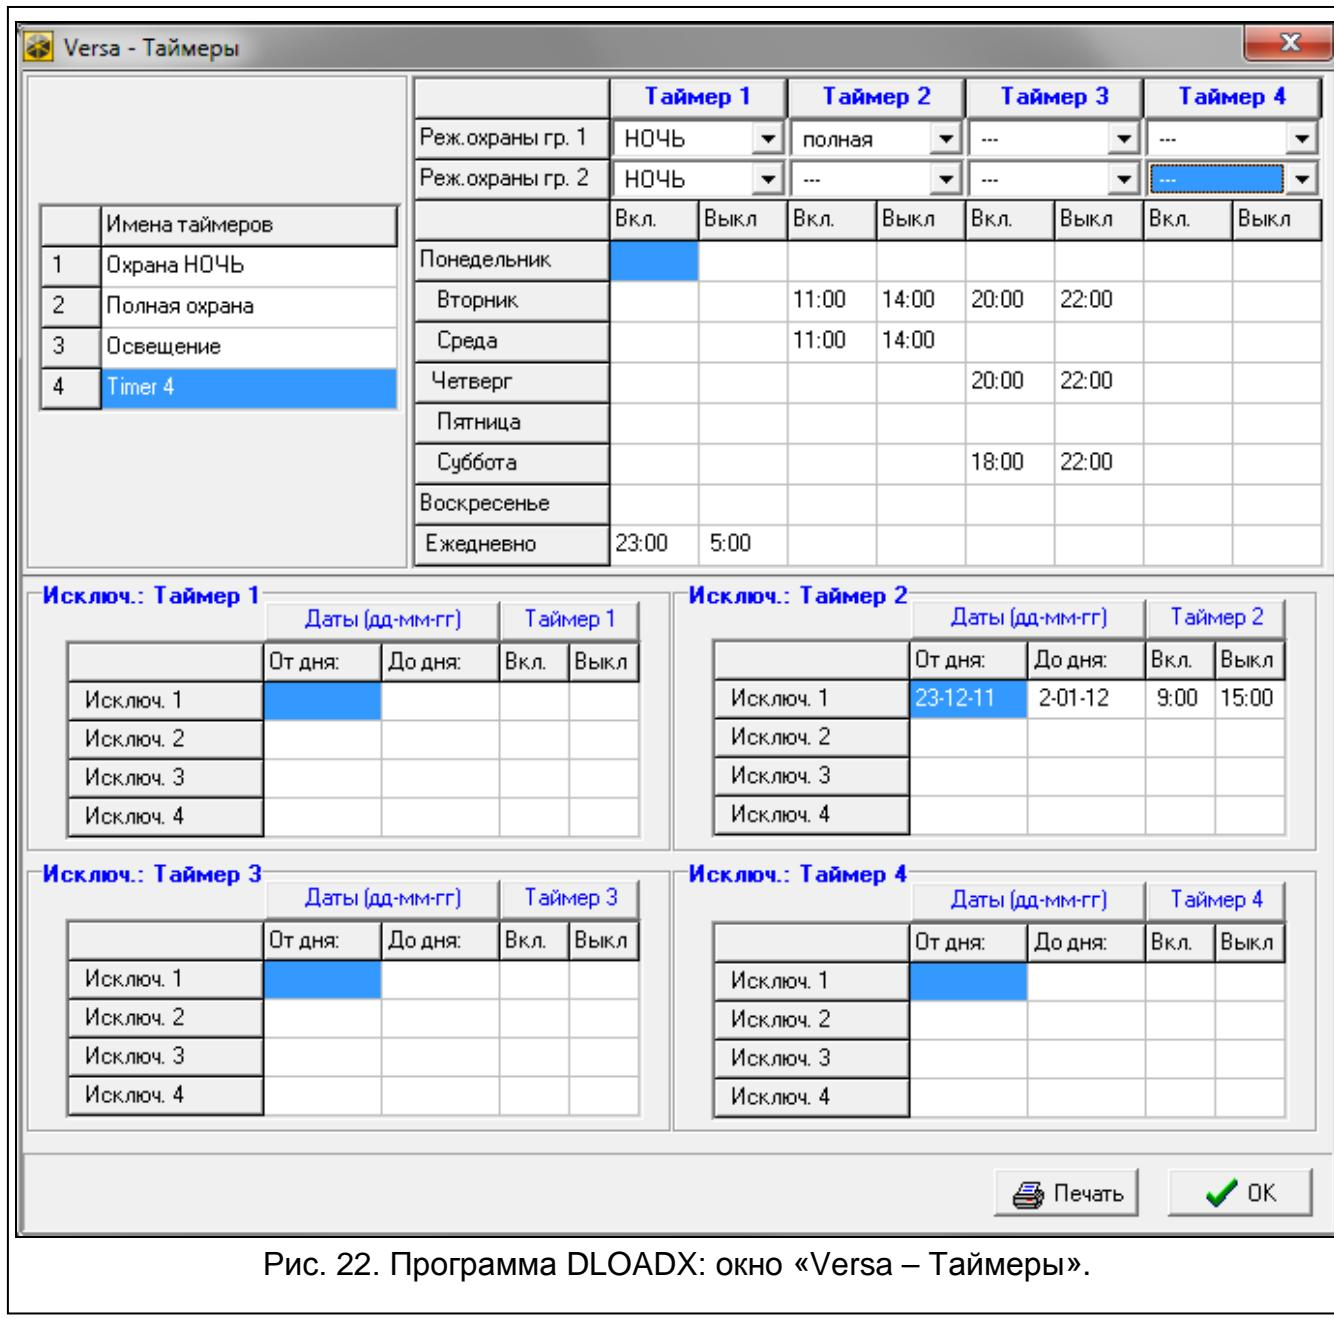

Рис. 22. Программа DLOADX: окно «Versa – Таймеры».
- программы DLOADX: окно «Versa – Таймеры» (рис. 22).